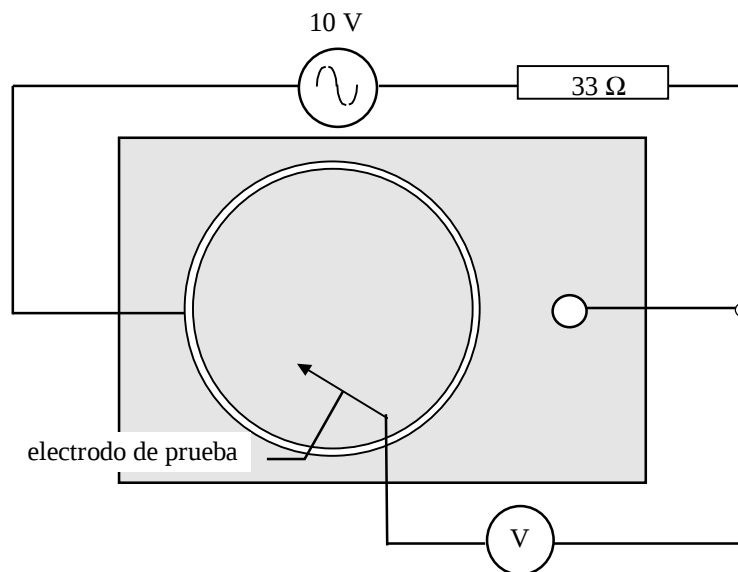

FIGURA 7.3. Blindaje electrostático.
- Realice el montaje del circuito indicado en la figura 7.3